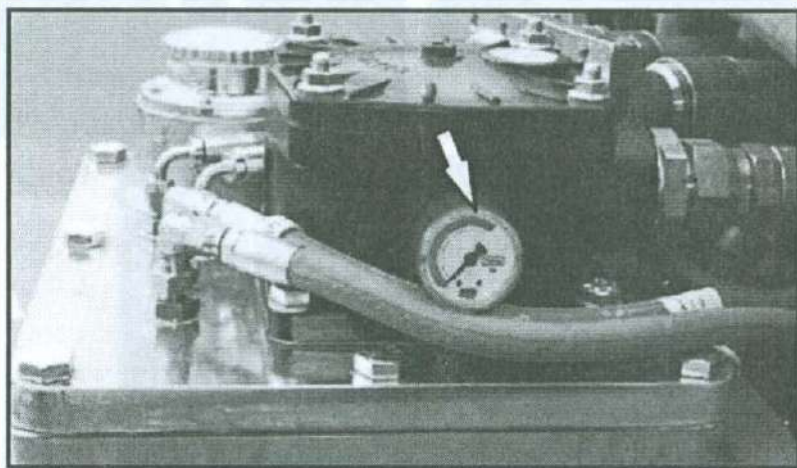

Figura 5. Manómetro del filtro de aceite de retorno
8. Presión de retroceso del filtro de aceite de retorno (Ver figura 5).